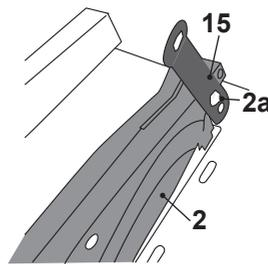

Fig. 3
5. Se necessário, rode a porca (2 a) no sentido horário com a chave de porcas (8 mm) (15) para apertar a cobertura de proteção (superior) (2), de forma a que a cobertura de proteção (superior) (2) ainda consiga cair livremente e repousar sobre a mesa de trabalho (5) (Fig. 3). Verifique se a proteção da cobertura (superior) (2) se pode mover livremente e fechar instantaneamente depois.